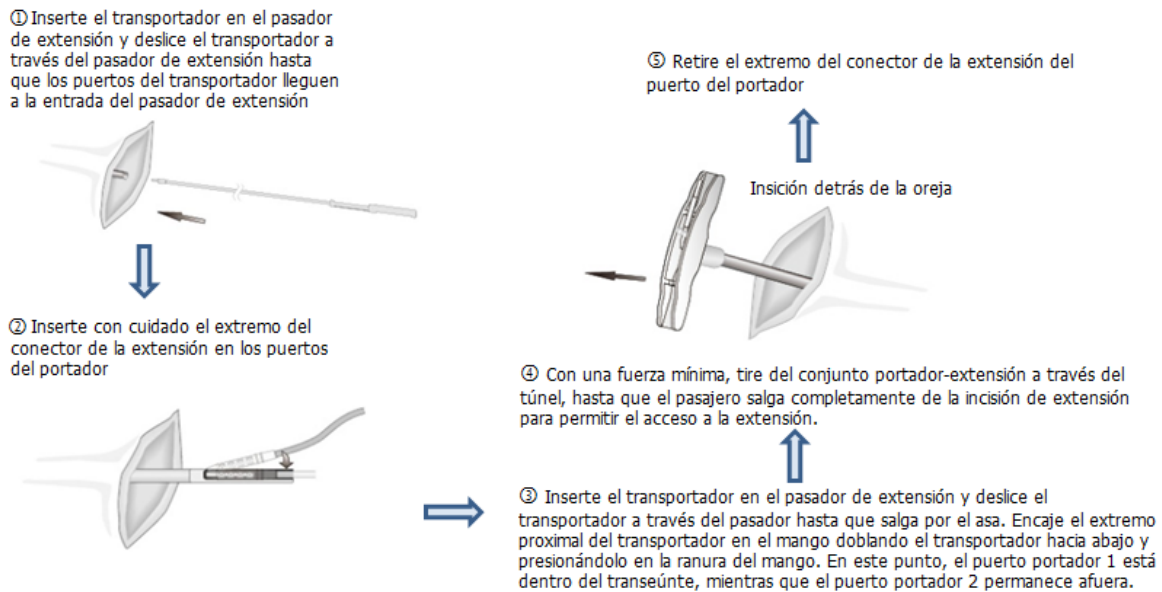

FIGURA 22: Cómo usar el transportador.
- (3) Desenganche el obturador del mango del pasador de extensión. Con el pasador de extensión en su lugar, retire el obturador del extremo distal del pasador de extensión.
- (4) Utilice el transportador para llevar la extensión. (Figura 22)